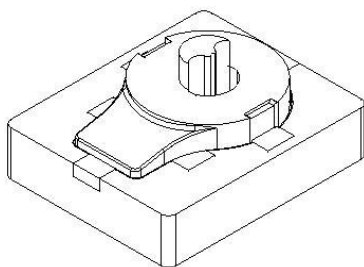

图7-107
1. 在设计区域中只显示顶块和型芯，将其他组件全部隐藏，结果如图 7-107 所示。